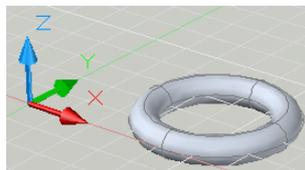

Рис. 11.16 Тор
**8 Команда Тор**  дозволяє створювати тор (рис.11.16). При його створенні задається центр тора, потім його радіус, радіус порожнини.